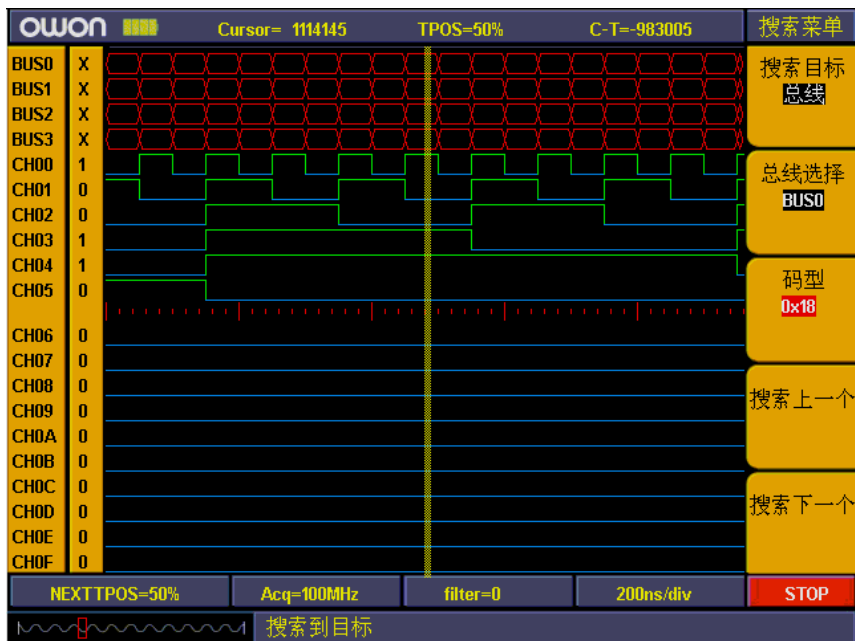

图 5-76 搜索总线
- G、同样，按“F5”键，选择“搜索下一个”，可搜索当前光标之后符合要求的数值。见图 5-76。